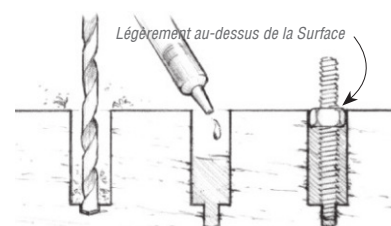

Figure 20 Collez les tiges ou les goujon filetés dans le substrat comme alternatif pour retirer le matériel facilement.
3. Mouillez la partie inférieure du goujon et insérez-le dans le trou rempli d'époxyde. Remplir le trou à ras le bord ou retire l'excès si nécessaire. Laissez l'époxyde durcir complètement avant d'attacher un matériel et serrer l'écrou (Figure 20).